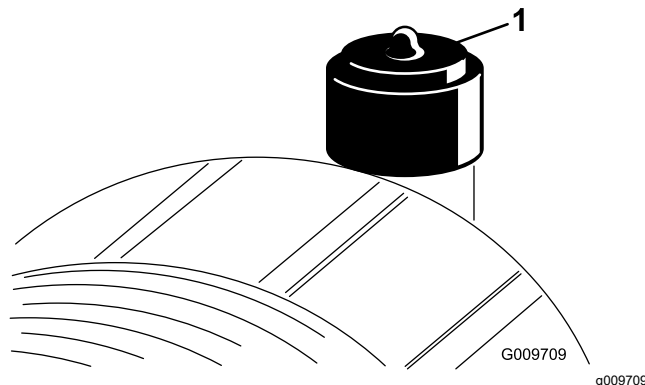

Рисунок 53
Элемент воздухоочистителя следует обслуживать только при соответствующем показании индикатора засорения (Рисунок 53). Более частая замена элемента воздухоочистителя (без необходимости) ведет лишь к повышению вероятности попадания грязи в двигатель при снятии элемента.
- Сбросьте индикатор засорения (Рисунок 53), если он стал красным.